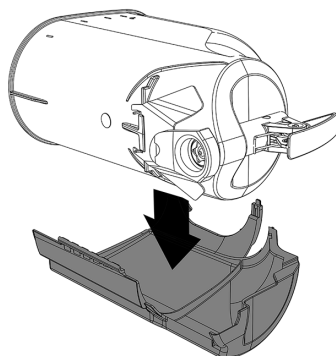
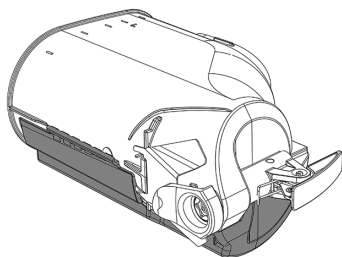

Bild 5
Bild 6
**1** Die rechte Seite der Abdeckung auf eine Fläche legen. Den Behälter hineinlegen. (Bild 5)(Bild 6).